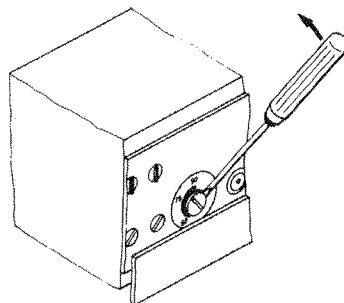

Abb. 4.2
1. Drehknopf „ \odot “ hinter der Abdeckklappe mit einem entsprechenden Schraubendreher ausrücken (Abb. 4.2).